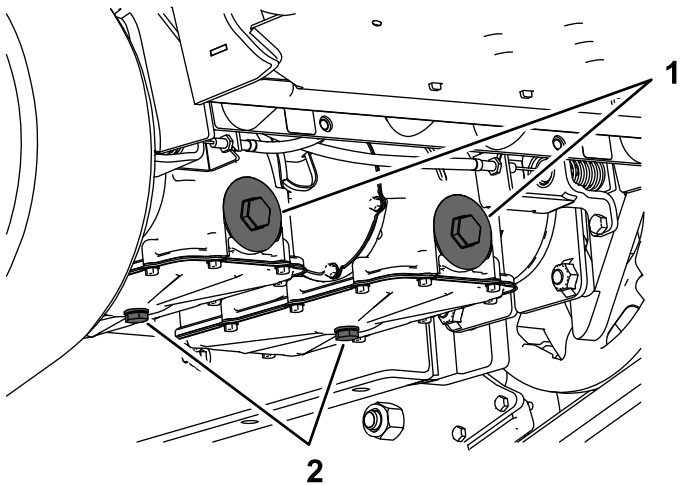

Figure 48
- Boulon arrière (2)
- Boulon latéral (4)
- Localisez le bouchon de vidange au bas de chaque transmission et placez un bac de vidange sous les bouchons (Figure 48).
- Enlevez le bouchon du filtre hydraulique et le filtre hydraulique de chaque transmission (Figure 48).